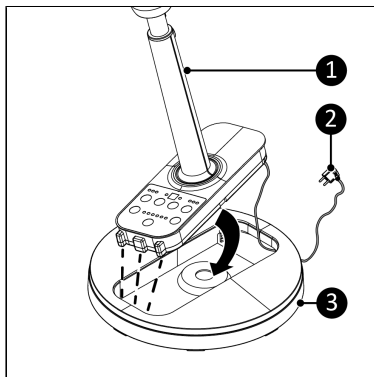

Figure 58.
2. Insérez le cordon d'alimentation (Figure 58, pos. 2) dans l'ouverture du socle (Figure 58, pos. 3).
3. Poussez le ventilateur (Figure 58, pos. 1) dans l'ouverture du socle jusqu'à ce qu'il s'enclenche.